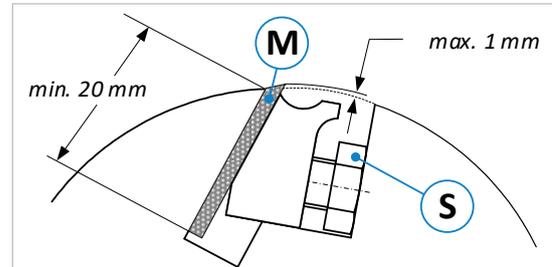

Abbildung 38: Keilleistenmesserwelle
- Die Hobelmesser dürfen nur so weit nachgeschliffen werden, dass bei einem Messerüberstand von maximal 1 mm eine Mindesteinspannlänge von 20 mm eingehalten werden kann (siehe ⇒ Abbildung 38).
- Mit einem Schmalschlitz-Gabelschlüssel SW17 alle Schrauben (S) der Reihe nach lösen und stumpfe Messer (M) herausnehmen (siehe Abbildung 38).
- Nach gründlicher Reinigung aller Teile und Anlageflächen, das neue bzw. geschärfte Hobelmesser (M) in die Messerwellennut einsetzen und mit zwei Schrauben (S) leicht spannen.
- Die beiden Messerwellen-Einstellgeräte (E) mit den Rändelschrauben (R) in den Gewindebohrungen der Messerwelle festschrauben.
- Die beiden Schrauben (R) wieder lösen → Die Druckfedern drücken das Messer gegen die Einstellgeräte.